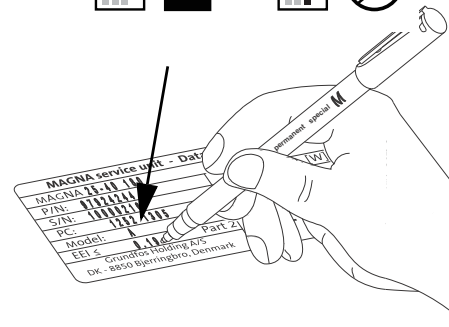

Рис. 9 Введите дату изготовления и дату замены
5. Снимите винты (163а и 163d) и снимите блок управления (163).
6. Запишите данные со старого блока управления на новую фирменную табличку несмываемым маркером и установите фирменную табличку на блок управления. См. рис. 9.